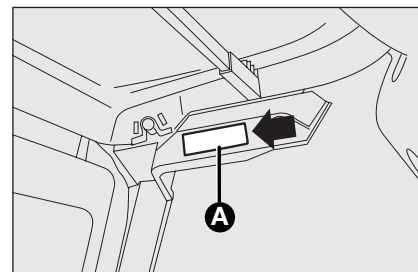

fig. 28
- ☐ extraiga la luz del techo utilizando el destornillador suministrado **A**-fig. 28, en el punto especificado.